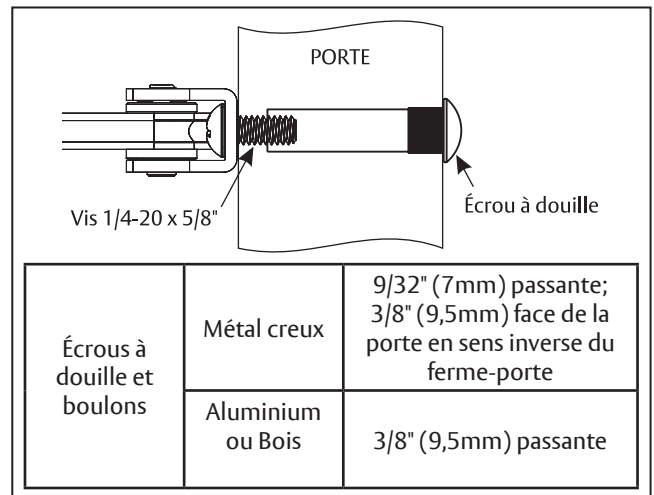

Figure 5
- c. Pour les écrous et boulons à douille, voir illustration. (Figure 5)